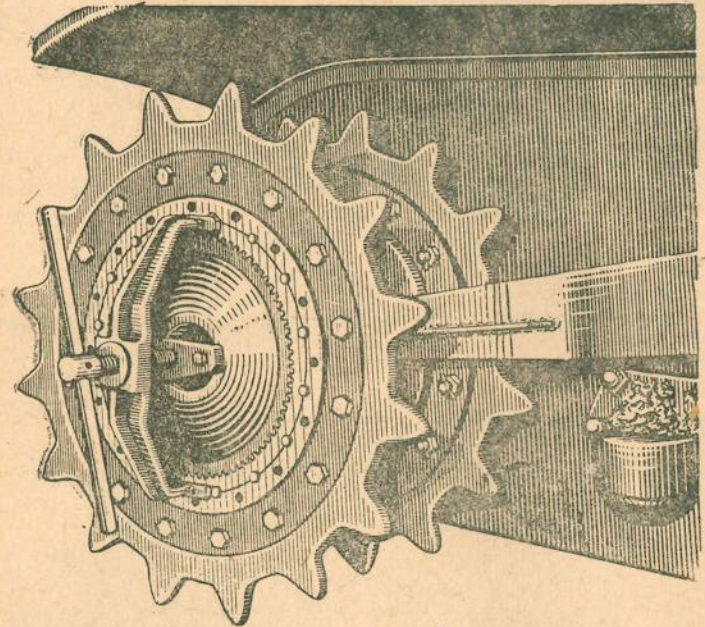

Рис. 69. Выпрессовка ведущего вала при помощи приспособления № 4098
(рис. 69—71)
3. Установить приспособление № 4098 и выпрессовать ведущий вал (рис. 69). Застропить вал и вынуть его из кронштейна. Снять приспособление.